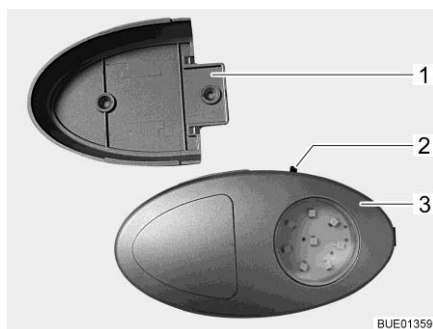

Fig. 82 Luce armadio guardaroba/torcia elettrica
- ▷ È possibile estrarre la luce armadio guardaroba dal supporto a vite (Fig. 82,1) e utilizzarla come torcia elettrica.
L'interruttore di accensione/spengimento (Fig. 82,2) è montato direttamente sulla luce armadio guardaroba (Fig. 82,3).